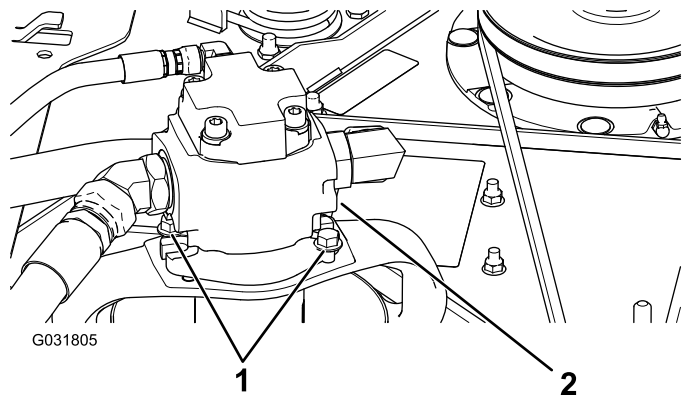

Figura 125
5. Retire los pernos que sujetan el motor hidráulico a la unidad de corte (Figura 125).
3. Retire los pernos que sujetan el motor hidráulico a la unidad de corte (Figura 125).